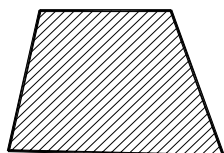

Fig. U9.23
7. Ce model de hașură se poate utiliza la hașurarea suprafețelor metalice ca în Fig. U9.23